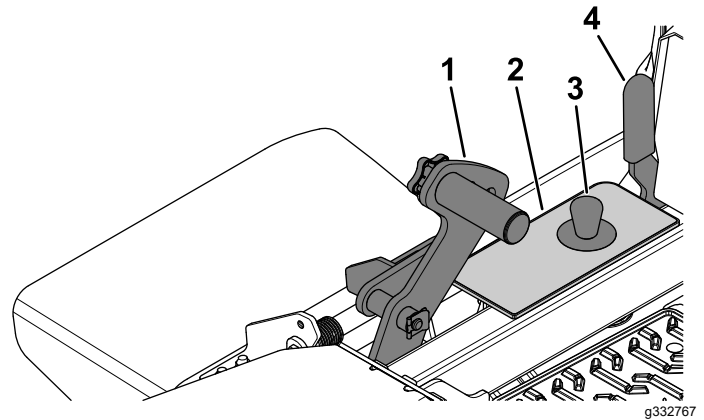

Figure 32
1. Poussez la pédale de levage du tablier complètement en avant pour bloquer le tablier en position TRANSPORT (qui est aussi la position de hauteur de coupe de 127 mm [5 po]), comme montré à la Figure 32.
2. Pour changer la hauteur de coupe, retirez la goupille du support de hauteur de coupe (Figure 32).
3. Insérez l'axe dans le trou du support correspondant à la hauteur de coupe voulue (Figure 32).